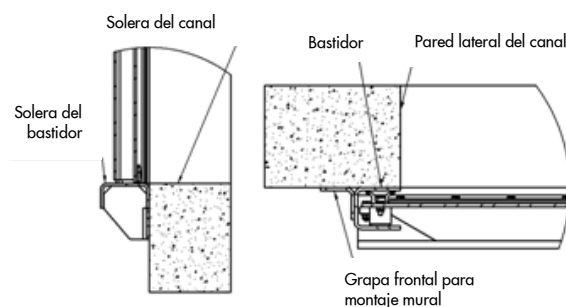

Figura 12
- Colocar la compuerta contra el muro y alinear con la abertura (ver Figura 12). La compuerta deberá estar en posición cerrada